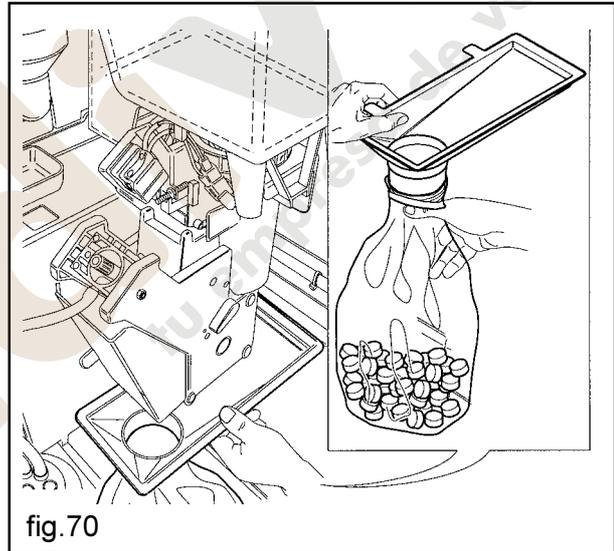

fig.70
- sustituir la bolsa del marro de café (versiones de café en grano) (fig. 70)